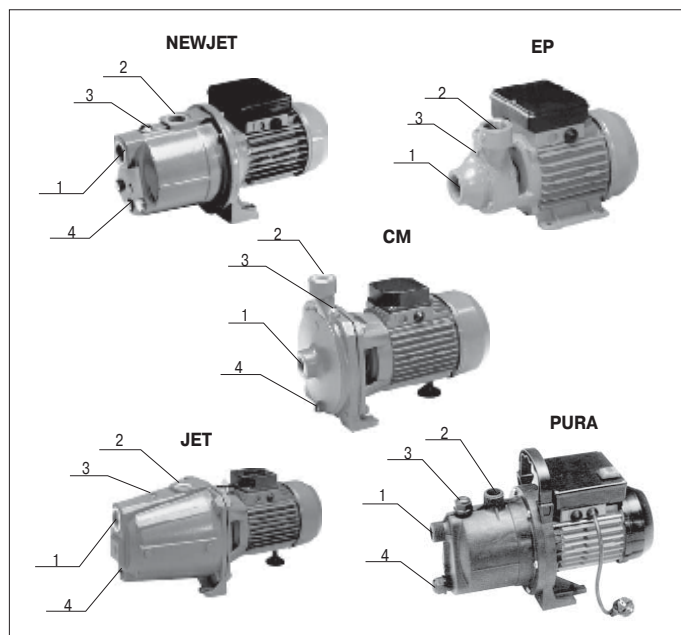

рис. 2
7. Подключить насос к сети согласно схемам, указанным на рис. 2 и заземлить.